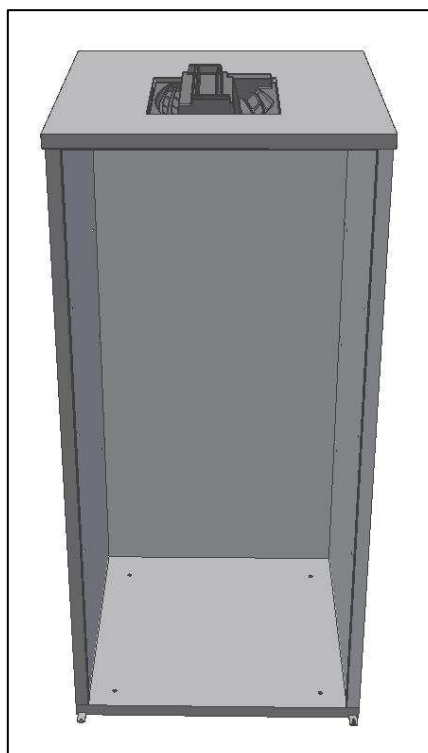

Fig. 7
- Fixer le **panneau du plateau** aux panneaux latéraux et au panneau arrière, serrer seulement le panneau arrière (Fig.7).